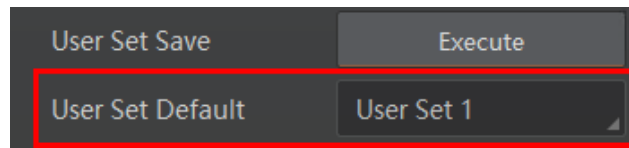

图8-13 设置默认启动参数
- 设置默认启动参数：通过 *User Set Default* 参数下拉选择相机上电时默认启动的参数，如图 8-13 所示。